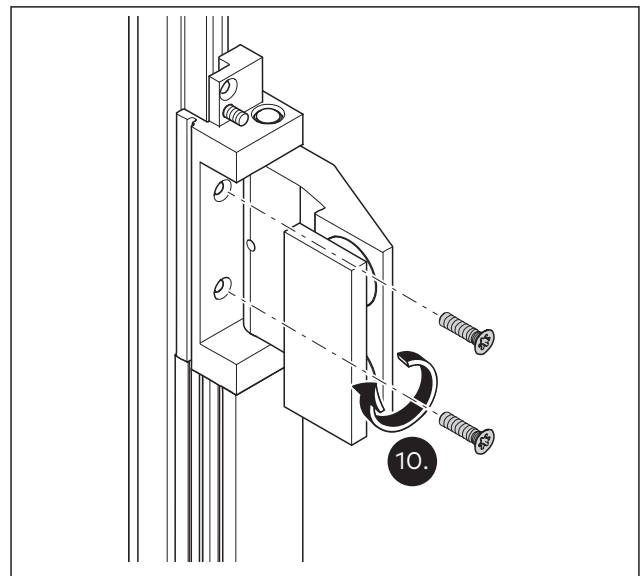

Abb. 37 Das Türband in der Mitte vorläufig befestigen
10. Das Türband mit 2 Schrauben durch die mittleren Bohrungen am Grundprofil für die Zarge vorläufig befestigen (Abb. 37).